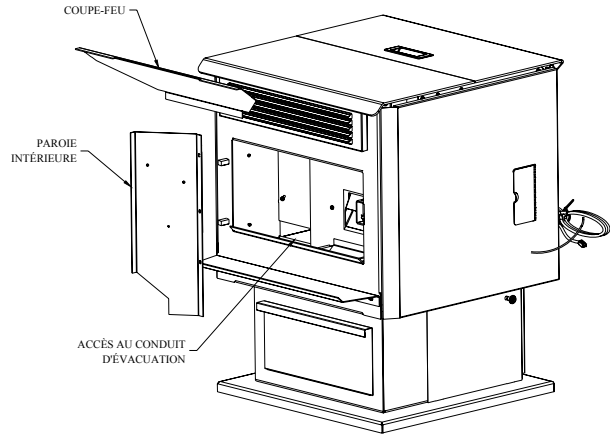

FIGURE 22
- Parois de la chambre à combustion:** De façon périodique, il est important de nettoyer les cendres qui peuvent s'être accumulées derrière les parois de la chambre à combustion. Commencez par enlever les panneaux d'imitation de maçonnerie, lesquels sont simplement tenus en place par des vis. Enlevez ensuite les deux parois métalliques situés de chaque côté de la chambre à combustion, lesquelles sont retenus par des vis. Nettoyez les parois et enlevez les cendres à l'aide d'un aspirateur. Vous remarquerez une trappe d'accès rectangulaire située à l'arrière de la paroi gauche. Retirez le petit panneau rectangulaire à l'aide d'un tournevis (voir figure 22). Insérez le bout de l'aspirateur dans le trou et enlevez tout résidu pouvant s'être accumulé. **RÉPÉTEZ CETTE OPÉRATION DE NETTOYAGE AU MOINS UNE FOIS PAR TONNE DE GRANULES BRÛLÉES, ET CE JUSQU'À CE QUE VOUS SOYEZ FAMILIER AVEC LE NIVEAU D'ACCUMULATION DES CENDRES DANS VOTRE APPAREIL.**